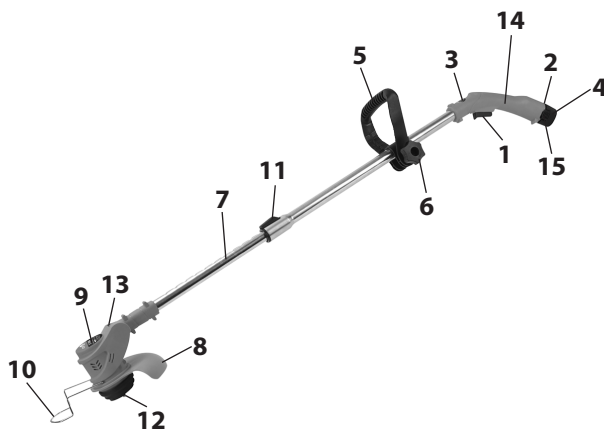

рис.1
3.2 Общий вид триммера представлен на рис. 1
3.3 Аккумуляторный триммер состоит из электродвигателя постоянного тока в пластиковом корпусе (рис.1 поз.9), на который крепятся защитный пластиковый кожух (рис.1 поз.8), металлический ограничитель (рис.1 поз.10), а также вал для установки режущего инструмента (диска, ножа)(рис.1 поз.12). Нижняя часть триммера соединяется телескопической штангой (рис.1 поз.7) с основной рукояткой (рис.1 поз.14), на которой располагаются выключатель (рис.1 поз.1), платформа для подключения аккумулятора (рис.1 поз.2), а также регулируемая дополнительная рукоятка (рис.1 поз.5).
Для снятия аккумулятора необходимо нажать кнопку фиксатора аккумулятора (рис.1 поз.15) и сдвинуть его немного назад.
Отрегулируйте телескопическую штангу (рис.1 поз.7) по высоте на удобное для оператора расстояние с помощью клавиши фиксации (рис.1 поз.11), для этого необходимо зажать клавишу фиксации, после чего отрегулировать нужную высоту и зафиксировать это положение, отпустив кнопку в обратной последовательности.
Установите дополнительную рукоятку в удобное положение, ослабив фиксатор регулировки (рис.1 поз.6), после чего зафиксируйте это положение фиксатором регулировки.